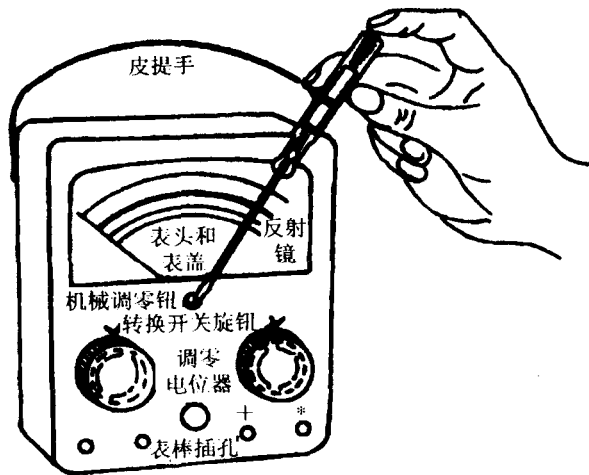

图 1.6 万用表机械调零示意图
(2) 检查表针。检查在万用表两表棒未短接时，指针是否在零位（万用表左边的零位置）。如不在零位，可旋转机械调零旋钮，将指针调至零位，这种方法一般称为机械调零，其具体操作如图 1.6 所示。